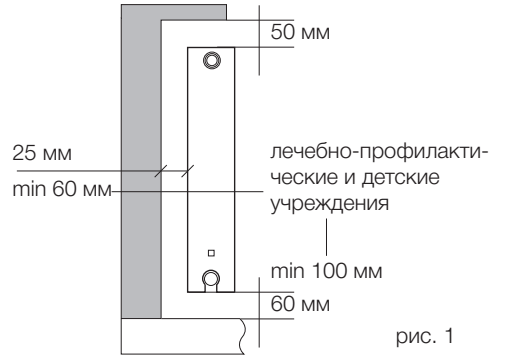

рис. 1
- 1. Для эффективной работы радиатора необходимо соблюдать монтажные расстояния, указанные на рис. 1.